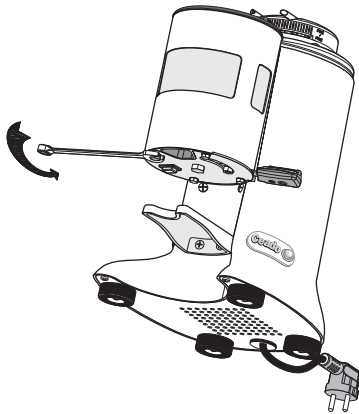

Fig. 9
- 1** Svitare la vite del fondello del dosatore come illustrato nella Fig. 9 con una chiave da 10.